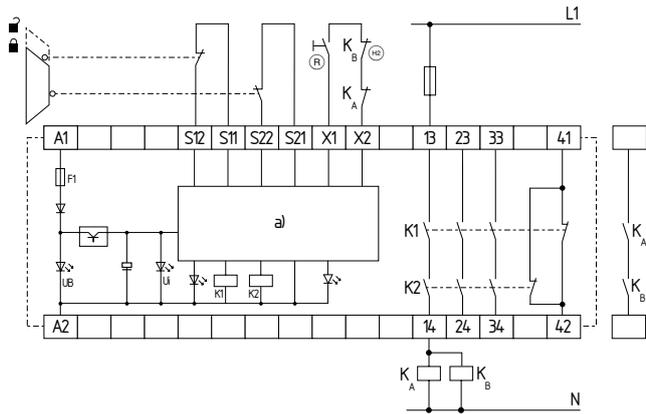

Abb. 2
**Zweikanalige Ansteuerung, dargestellt am Beispiel einer Schutztürüberwachung mit zwei Positionsschaltern, davon ein Kontakt zwangsöffnend; mit externem Reset-Taster (siehe Abb. 2)**
- (HE) = Rückführkreis